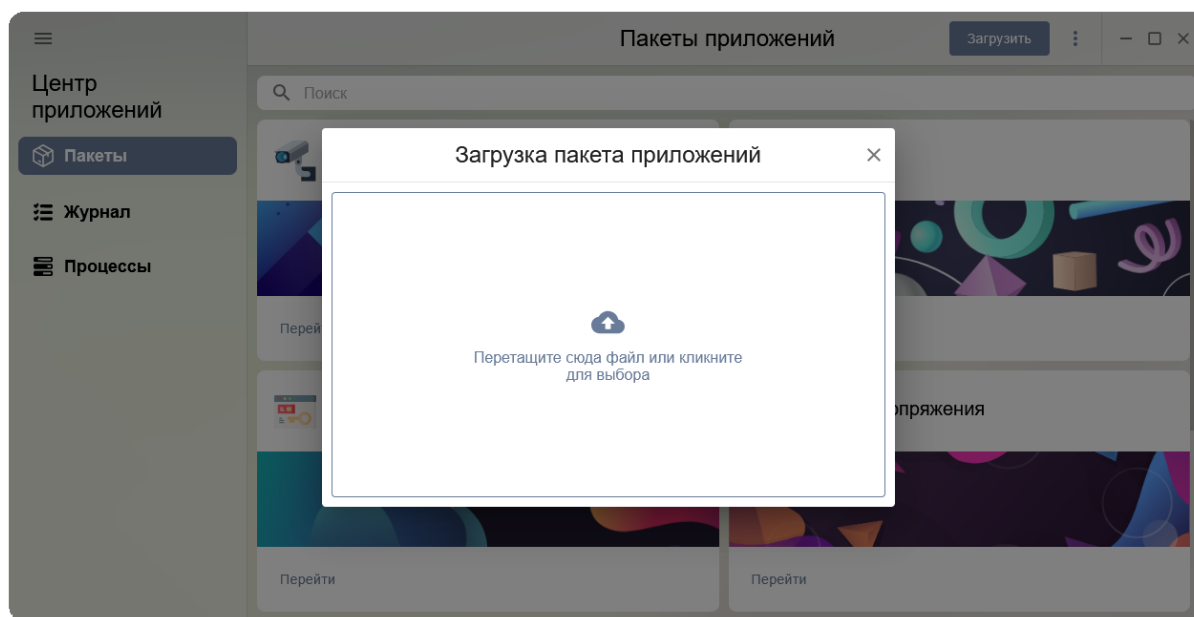

Рисунок 27 — Загрузка пакета приложений
- в открывшемся окне выбора файла указать путь к пакету приложений на поставочном диске ЦРПА.2.00561.01.00 «Специальное программное обеспечение комплекса вспомогательного» (рис. 27) и нажать кнопку **[Открыть]**.